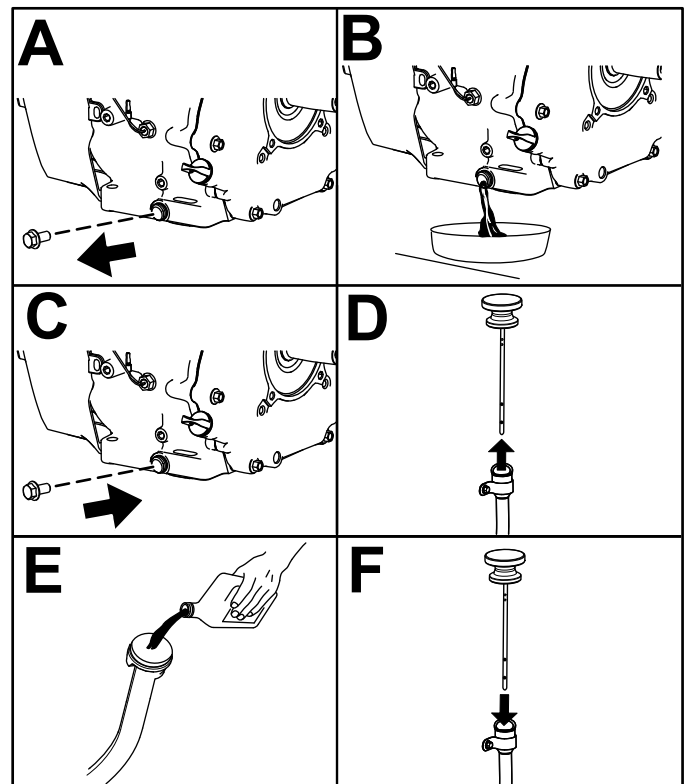

Figura 44
6. Cambie el aceite del motor como se muestra en Figura 44.